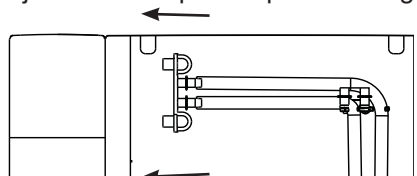

Figura 1
- Desconecte ambas tuberías de la parte trasera de la máquina/ base del tanque lateral y cubra las mismas en un lavabo, recipiente, cubo, o receptáculo que pueda contener por lo menos 0.5 galones / 2 litros de agua. (Figura 1 y 2)